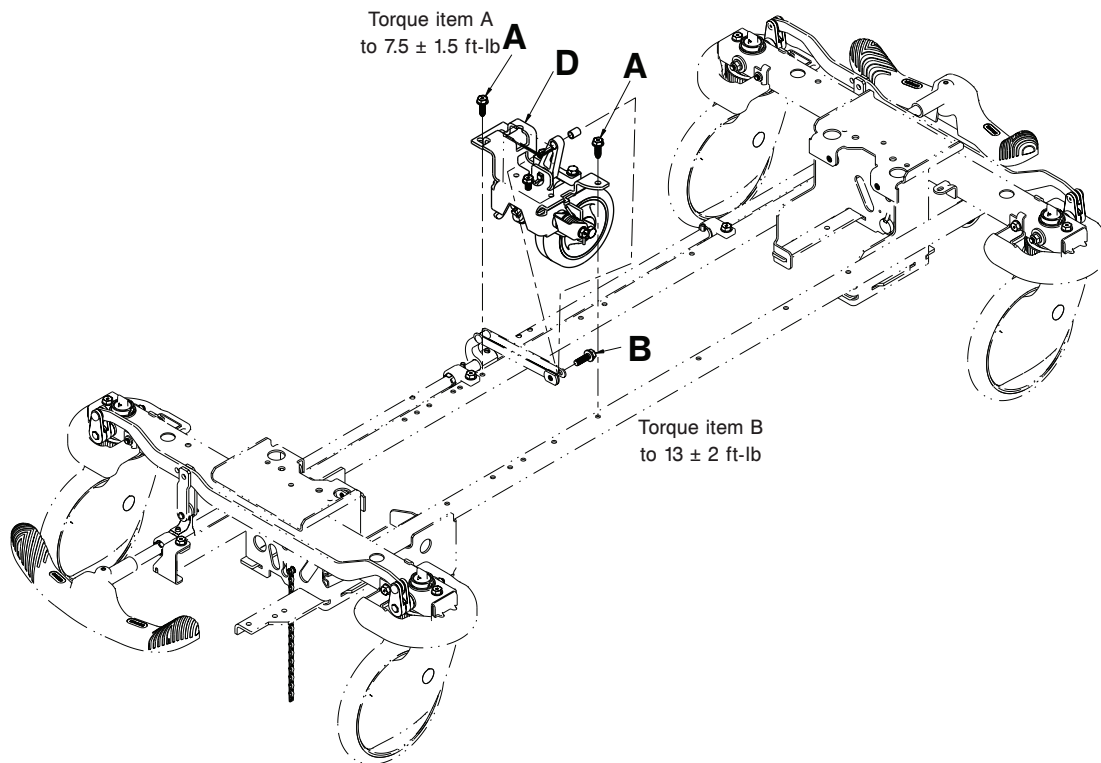

Figure 10 – Remplacer l'ensemble de la cinquième roue
- À l'aide d'une douille de 1/2 po avec une clé à cliquet de 3/8 po, retirer la vis à tête hexagonale à embase (B) qui fixe le mécanisme d'entraînement de la cinquième roue à came à la came (Figure 10).